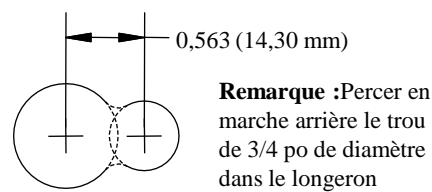

Figure 1 : Modification du trou d'accès pour Permettre le tirage du câblage de bloc et du boulon
①	Qty. (2)	7/16"-14 x 1.50" Carriage Bolt GR.5	⑤	Qty. (1)	1/2"-13 x 1.75" Carriage Bolt GR.5
②	Qty. (2)	3" x 7/8" Block	⑥	Qty. (1)	2" x 2" Spacer
③	Qty. (2)	7/16" Conical Washer	⑦	Qty. (1)	1/2" Conical Washer
④	Qty. (2)	7/16"-14 Hex Nut GR. 2	⑧	Qty. (1)	1/2"-13 Hex Nut GR. 2
2. Use 1/2" drill to enlarge the existing 3/4" holes on both frame rails as shown in Figure 1.
①	Qté. (2)	Boulon de carrosserie 7/16 x 1,50 po GR.5	⑤	Qté. (1)	Boulon de carrosserie 1/2 po-13 x 1,75 po GR.5
②	Qté. (2)	Bloc 3 x 7/8 po	⑥	Qté. (1)	Espaceur 2 x 2 po
③	Qté. (2)	Rondelle conique 7/16 po	⑦	Qté. (1)	Rondelle conique 1/2 po
④	Qté. (2)	Écrou hexagonal 7/16 po GR.2	⑧	Qté. (1)	Écrou hexagonal 1/2 po-13 GR.2
2. Comme illustré dans la Figure 1, utiliser une perceuse 1/2 po pour agrandir les trous de 3/4 po existants sur les deux longerons.